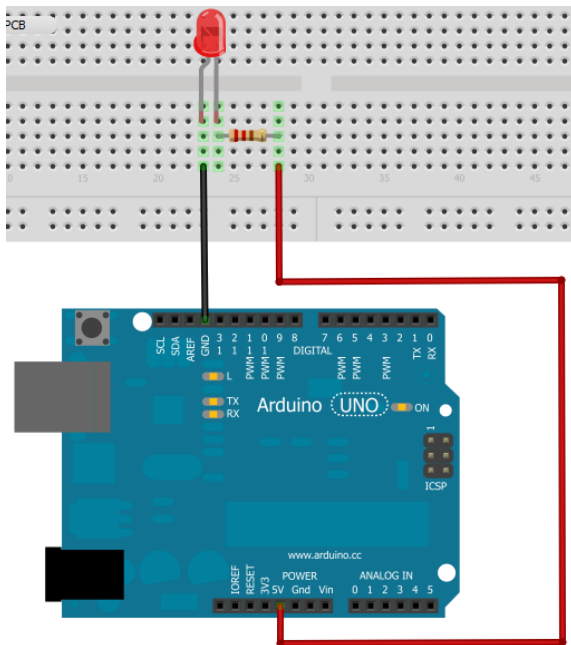

Figura 3: Circuito para acionamento de um LED.
2. A Figura 3 ilustra um circuito para acionamento de um LED. Analise o circuito e comente o seu funcionamento.